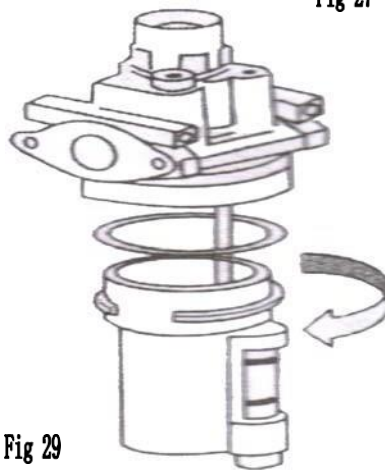

Fig 29
- Tjek fra tid til anden oliepinden. Hvis olien er under den laveste ende af skalaen, skal den fyldes med SAE30 Smørelse (Fig. 29) ◦